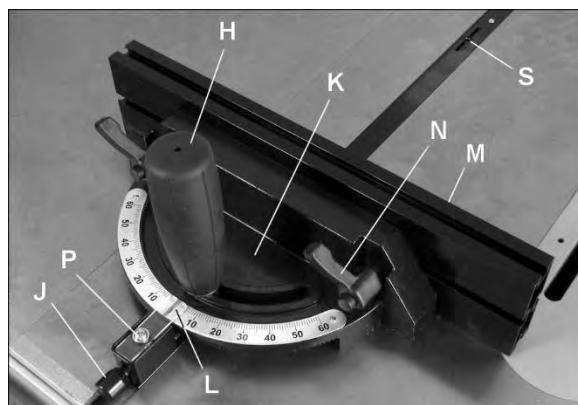

Рисунок 8-2
См. Рисунок 8-2 и 8-3:
- Ослабьте ручку фиксации (H, Рисунок 8-2), повернув ее против часовой стрелки.
- Вытяните подпружиненную ручку (J) и вращайте ее до тех пор, пока корпус (K) углового упора не окажется под нужным углом, отображаемым на шкале.
- Затяните ручку фиксации (H).
Опорную направляющую углового упора (M, Рисунок 8-2) можно отрегулировать, сдвинув вправо или влево, или полностью снять.
2. Установите его под углом 90° к пильному диску (установка 0° по шкале), ослабив фиксирующую ручку (H, Рисунок 8-2), затем вытяните подпружиненную ручку (J) и поворачивайте корпус (K) до тех пор, пока на шкале не будет достигнуто положение 0°.
ПРИМЕЧАНИЕ: На планке углового упора есть два паза с установочными винтами (S, Рисунок 8-2). Отрегулируйте эти установочные винты, чтобы исключить люфт между планкой и пазом.